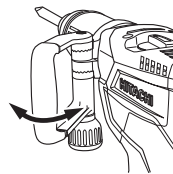
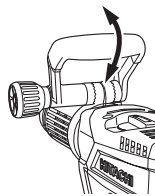
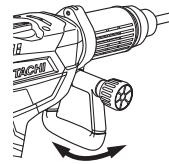

Fig. 7
Fig. 8
Fig. 9
(2) Ajústela en una posición que facilite la operación vertical (hacia arriba y hacia abajo), como se muestra en la Fig. 7, la Fig. 8 y la Fig. 9.
(3) Gire la empuñadura en el sentido de (B) para fijar el asa.